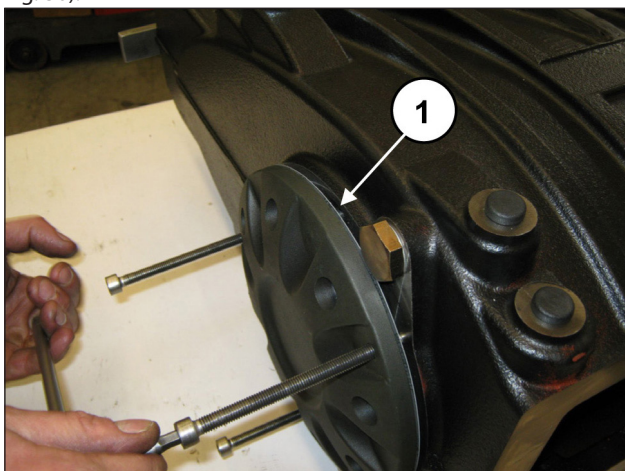
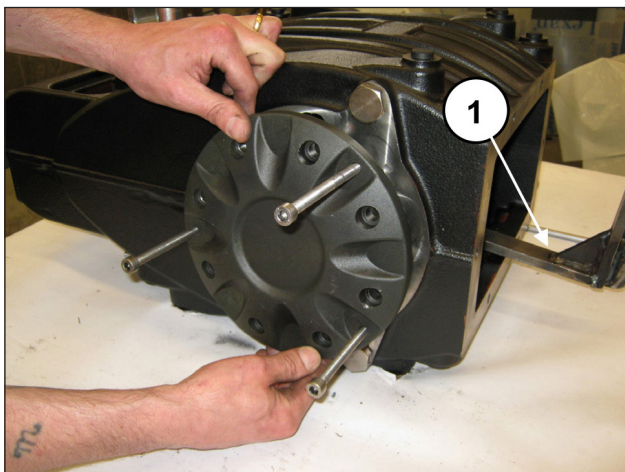

Fig. 29
Fig. 30
Avvitare le 3 viti M8 gradualmente (pos. ①, Fig. 29) per evitare che il coperchio possa inclinarsi troppo e bloccarsi in sede. Provvedere alla rimozione del coperchio cuscinetto sostenendo l'albero per evitare danneggiamenti (pos. ①, Fig. 30).